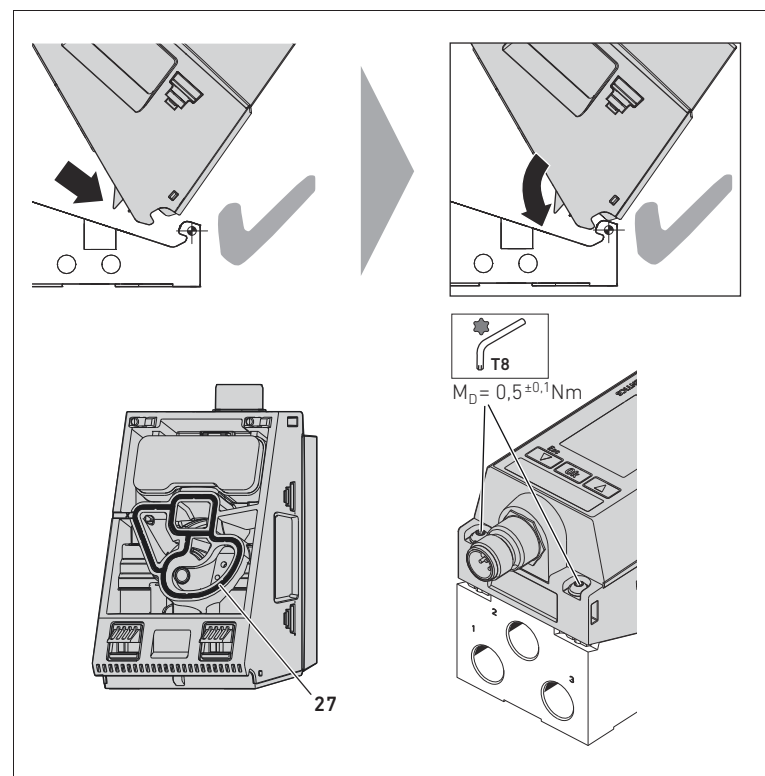

Fig. 9: Montaggio della valvola riduttrice di pressione EV03 sulla piastra base
1. Inserire perpendicolarmente l'EV03 sull'asse di rotazione (vedere Fig. 9).
2. Abbassare l'EV03 fino a posizionarla sulla piastra base. Controllare che la guarnizione (27) sia posizionata correttamente nella valvola riduttrice di pressione.